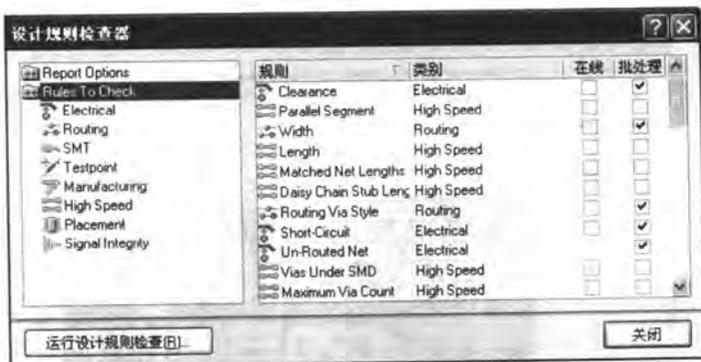

图 11-72 设置校验规则
- [3] 在【Rules To Check】窗口中，屏蔽掉其他的设计规则，只保留【Clearance】、【Short-Circuit】、【Un-Routed Net】、【Width】和【Routing Via Style】5 项，如图 11-72 所示。